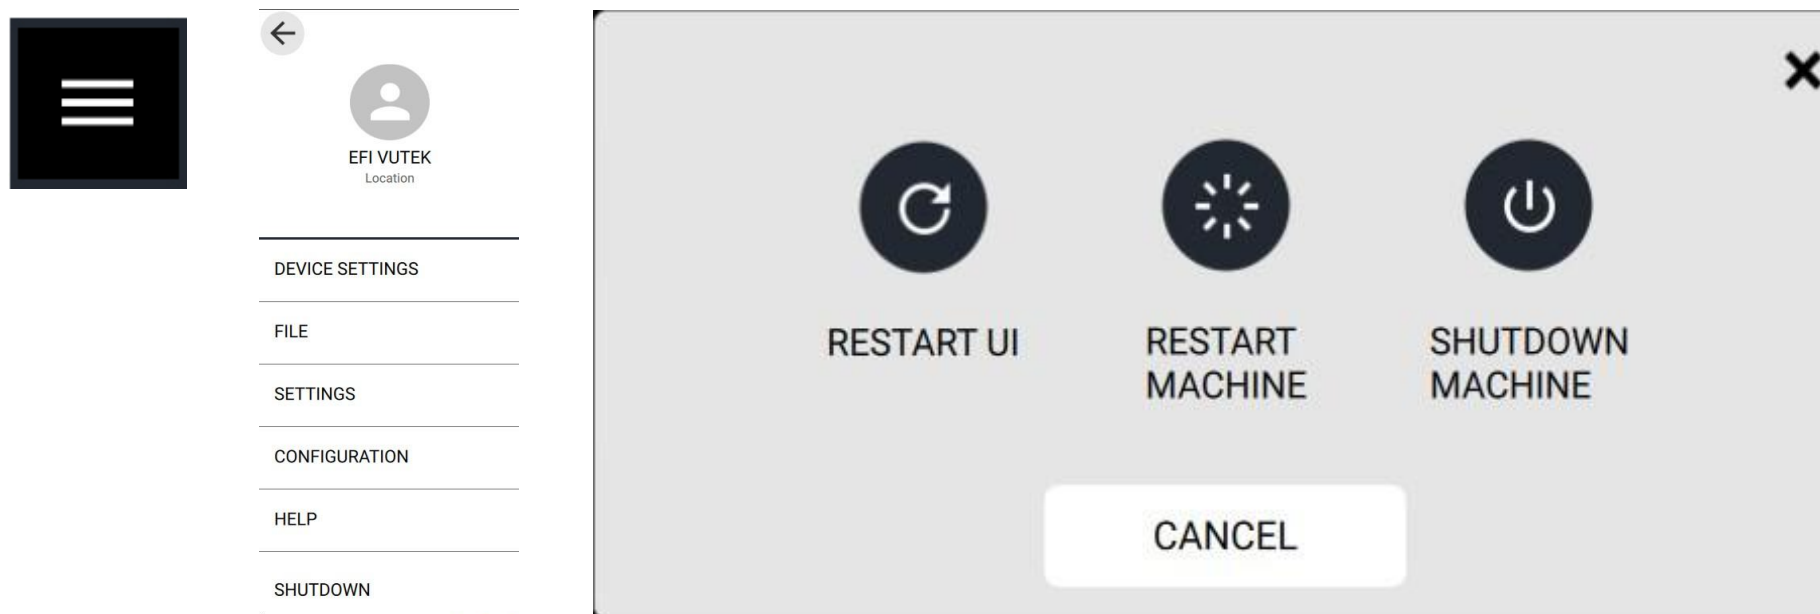

Рисунок 6-9: Кнопка главного меню (слева), Боковое меню (по центру) и Выбор режима выключения (справа)
1. Нажмите кнопку основного меню, чтобы открылось боковое меню, Рисунок 6-9, слева. Смотрите Главное меню.